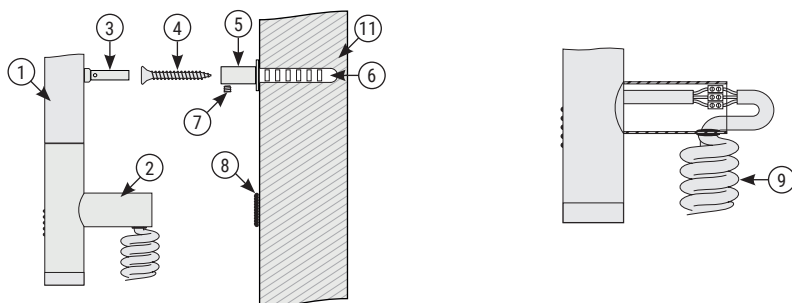

Рис.2
4.1.4. В полученных метках (п. 4.1.3.) сделать отверстия диаметром 6 мм и произвести монтаж телескопических кронштейнов (рис. 2) с помощью саморезов и дюбелей.
4.1.5. Произвести герметизацию шва силиконовым герметиком по контуру примыкания модуля и стены (рис. 2 «8»).